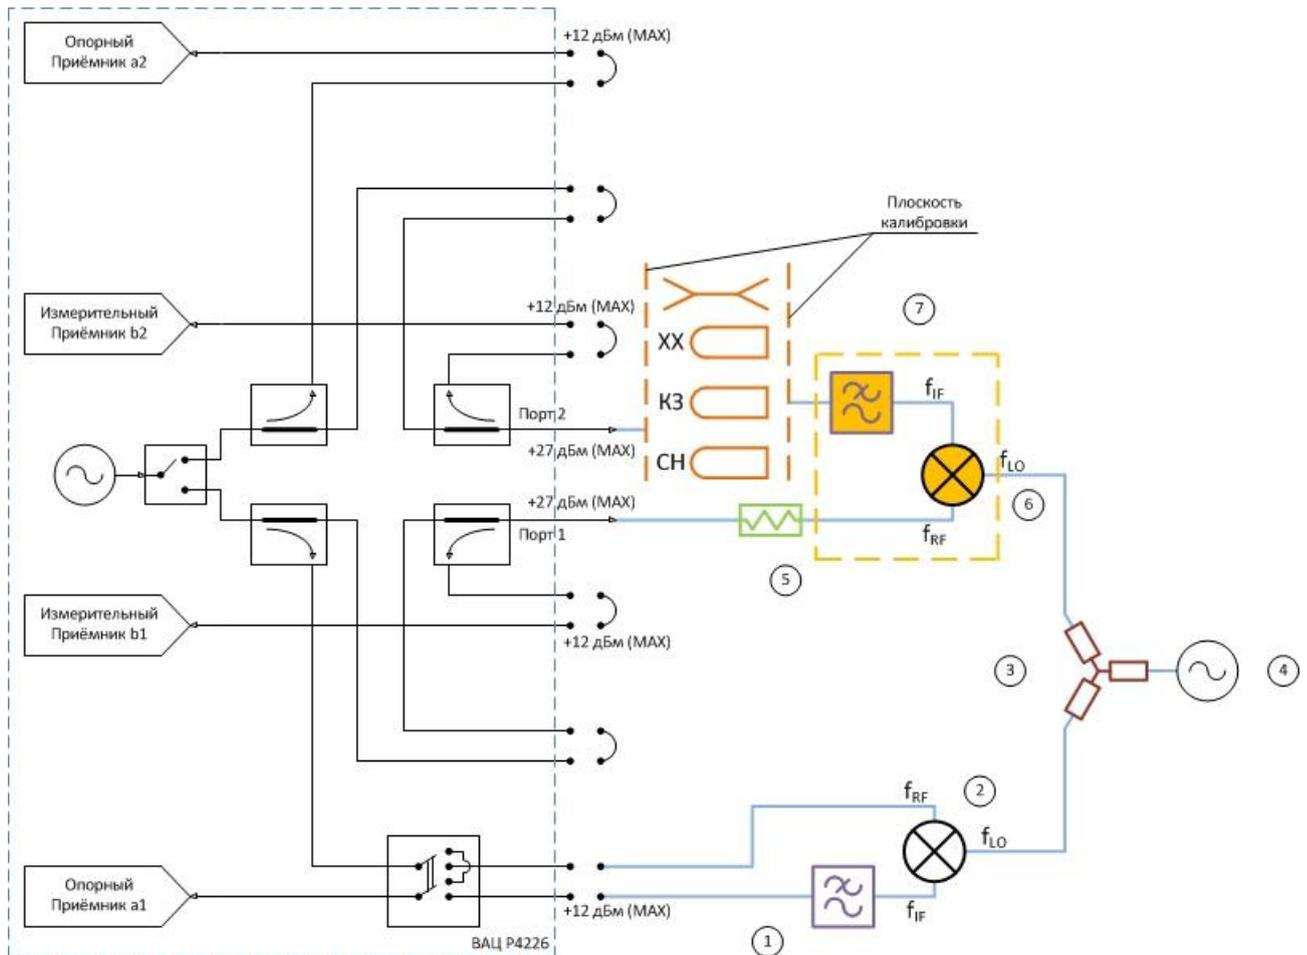

Рис. 37. Калибровка с использованием «калибровочного» смесителя:
- Собрать схему для калибровки с «калибровочным» смесителем, рис. 37.